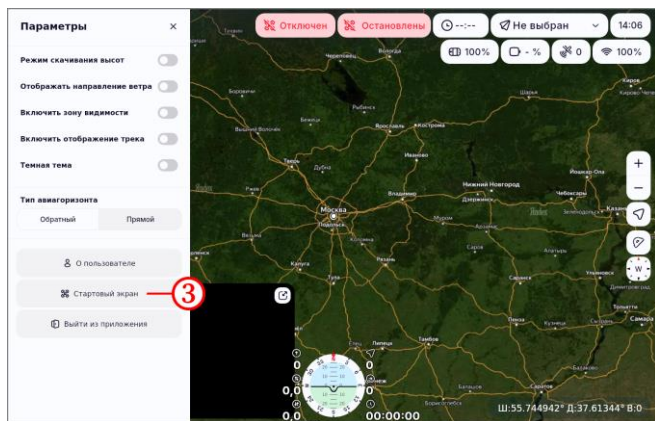

Рисунок 26
- нажать на кнопку «Стартовый экран» (рисунок 26, шаг 3);